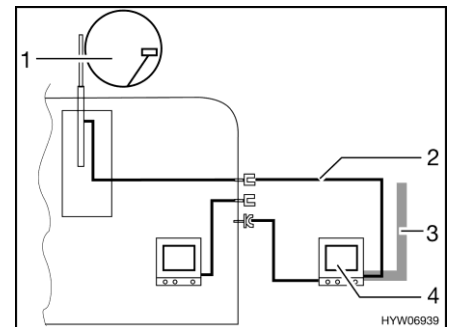

Bild 132 TV i förtältet
- TV i förtältet (Bild 132,4): Anslutning till takantenn (Bild 132,1) med anslutningskabel (Bild 132,2)
- TV i förtältet (Bild 132,4): Anslutning till extern antenn (Bild 132,3)